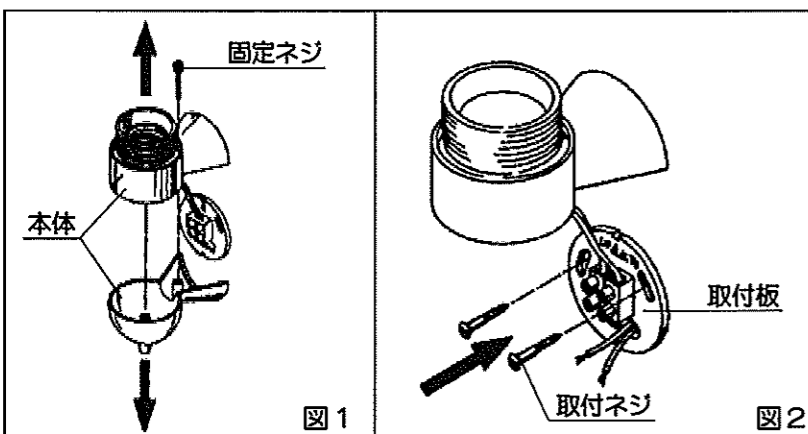

図1
1. 固定ネジをゆるめて、本体を分解してください。（図1参照）